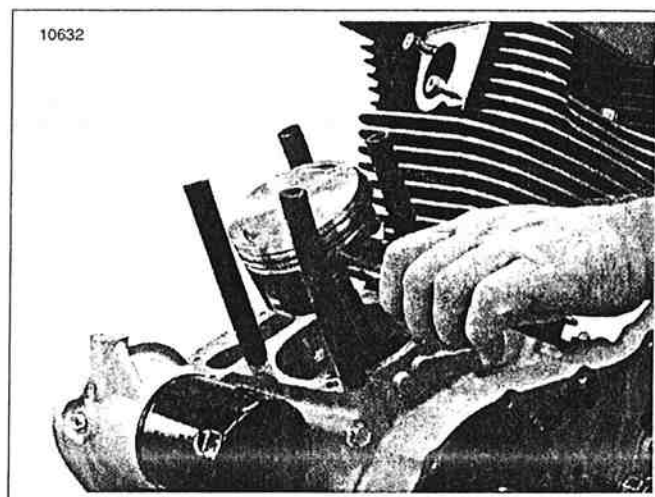

Figura 3-61. Instalación de los anillos de seguridad del pistón
4. Vea la Figura 3-61. Instale los anillos de seguridad del pasador del pistón **nuevos** con el INSTALADOR DE ANILLOS DE SEGURIDAD DE PASADOR DEL PISTÓN (HD-34623A). Cerciérese de que la ranura para el anillo esté limpia y que el anillo quede asentado en la ranura, con el espacio libre apartado de la ranura en la parte inferior.